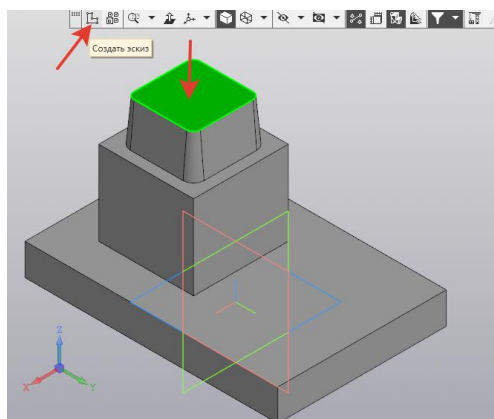

Рисунок 13.
12. На верхней поверхности призмы, создайте новый эскиз (рисунок 13).